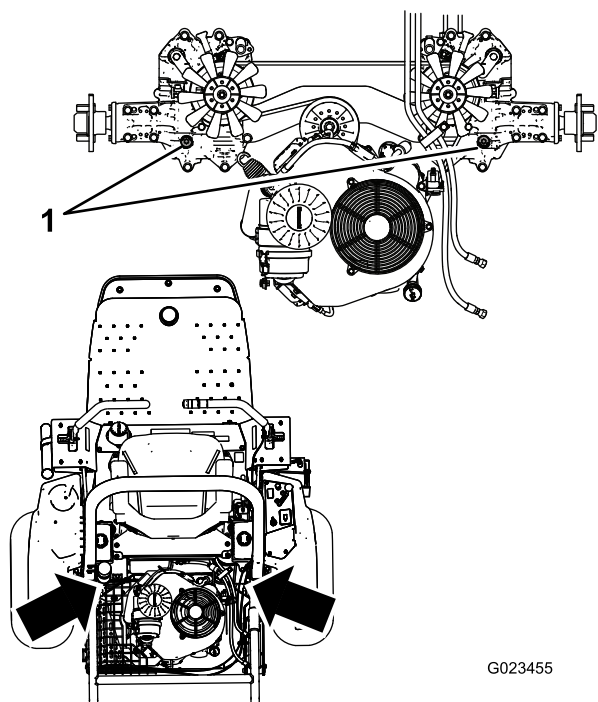

Рисунок 72
**Примечание:** Чтобы быстрее заполнить систему жидкостью, можно снять заглушку (Рисунок 72) в верхней части каждой гидрообъемной трансмиссии. Когда жидкость начнет выходить из отверстия, установите заглушку и продолжайте заправку бака до достижения требуемого уровня рабочей жидкости.